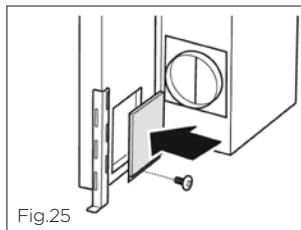

Fig.25
- Réinstallez le couvercle de la boîte de jonction (Fig.25).